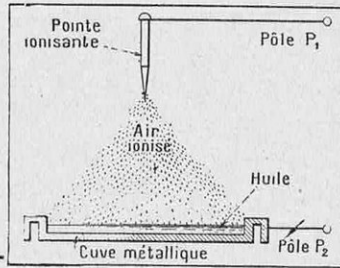

FIG. 1. — SCHÉMA DU DISPOSITIF PERMETTANT DE PRODUIRE AU LABORATOIRE LES TOURBILLONS CELLULAIRES THERMOCONVECTIFS ET ÉLECTROCONVECTIFS
*A gauche, photographie de la surface d'un bain d'huile obtenue suivant la technique de la figure 1. — A droite, photographie des « grains de riz » de la surface de la photosphère solaire dont l'analogie avec les tourbillons cellulaires électroconvectifs réalisés au laboratoire est frappante. Cette analogie, d'après H. Bénard et l'astronome anglais J.-S. Plaskett, est une véritable identité.*